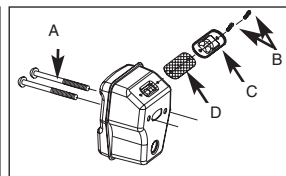

Fig. 20B
- Entfernen Sie die 2 Schrauben, welche die Abdeckung (C) festhalten siehe Abb. 20B.
- Entsorgen Sie das gebrauchte Funkengitter (D) und setzen Sie ein Neues ein.